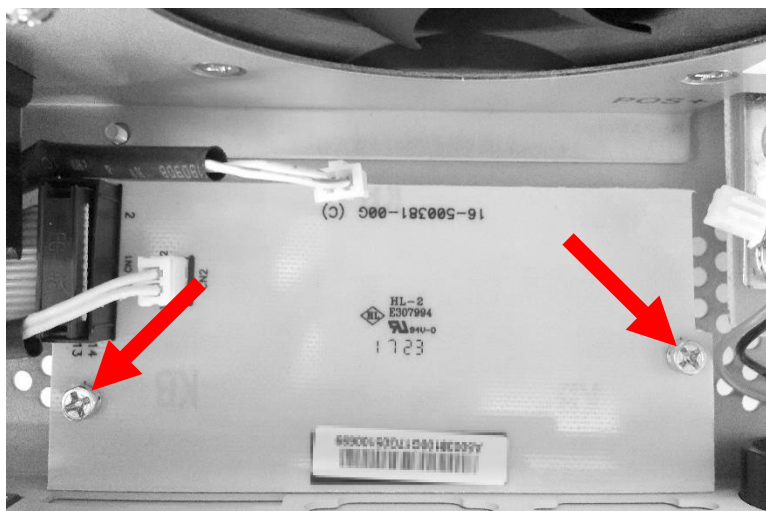

Figure 4 : Enlever les vis du panneau beige.
4. Dévisser les deux vis et rondelles de la planche beige comme indiqué à la Fig. 4. Ils seront exigés plus tard. Ne retirez pas encore la carte car elle est encore connectée à deux câbles.